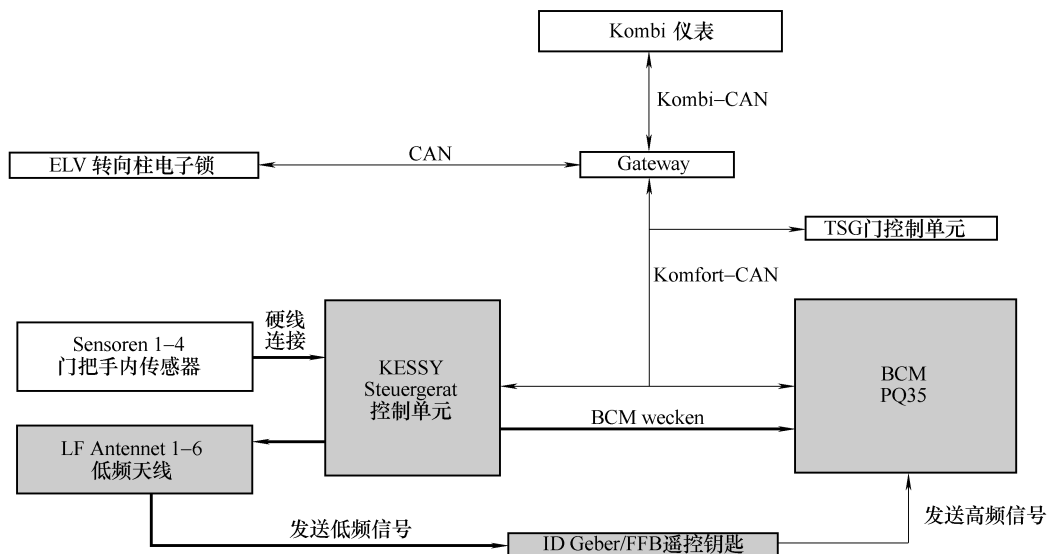

图 5-4-27 防盗信号传输
⑤ BCM 将钥匙的防盗信息发送给仪表，如图 5-4-27 所示。